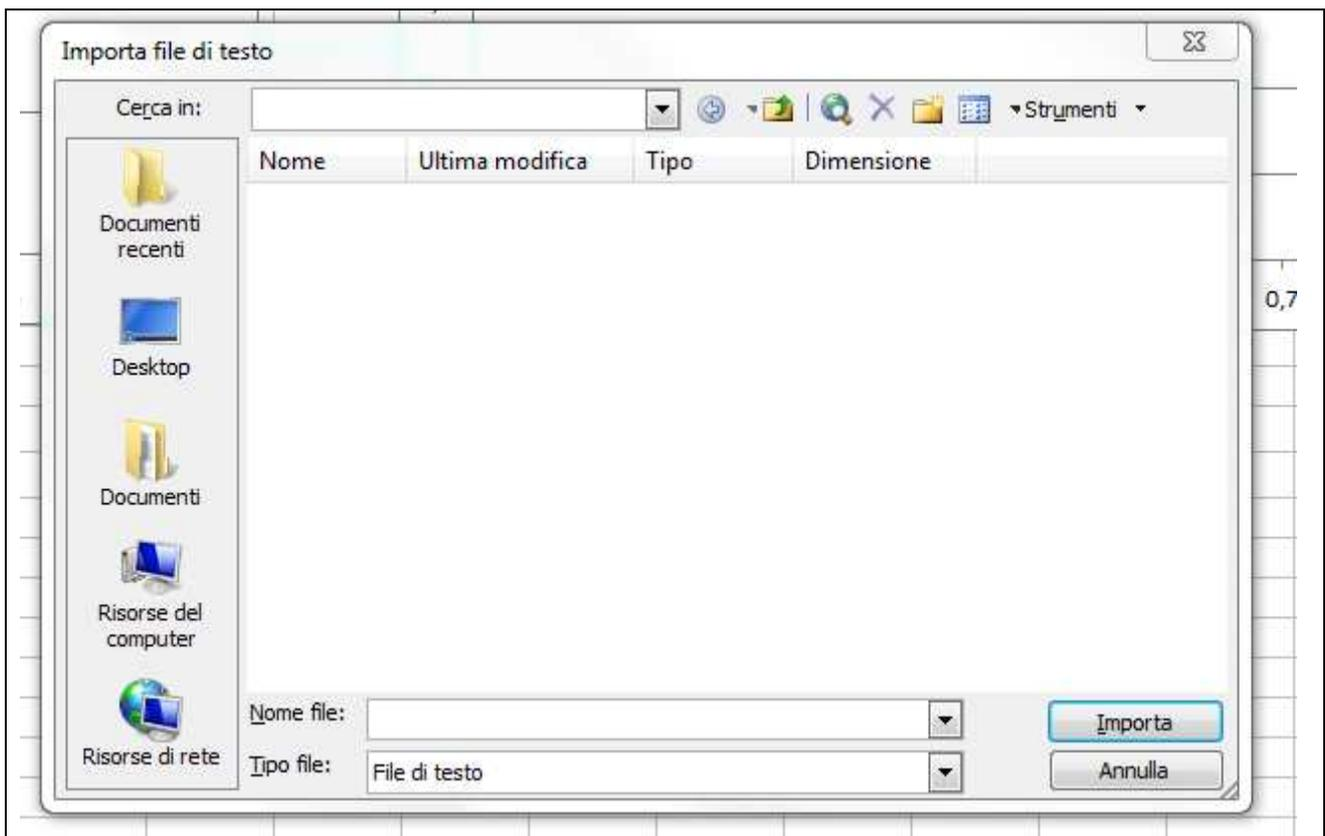

Figura 17 – Maschera per l’importazione in Excel di un file dati esterno
- Nella riga del menu cliccare su Dati, quindi su Importa dati esterni e infine su Modifica testo importato; appare la maschera di figura 17. Cercare il file con la procedura usuale e importarlo (cliccare su Importa)